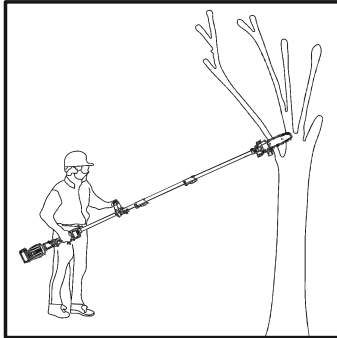

Fig. 45
1. Certifique-se de que a cobertura da guia (24) foi removida e de que a bateria (40) está montada antes da utilização.
2. Monte o cabo extensor (5) para obter um longo alcance, se necessário.
3. Segure sempre firmemente o produto com ambas as mãos, pelas pegas principal (11) e auxiliar (7). Nunca utilize este produto segurando-o apenas com uma mão (Fig. 45).